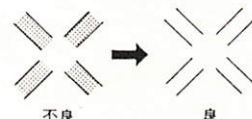

図 28
①視度補正を行います。
- ファインダ使用の場合は、ファインダの視度補正環を回し、ピントガラス中央の斜複十字線が、2本に分かれてはっきり見えるように調節します。(図28)